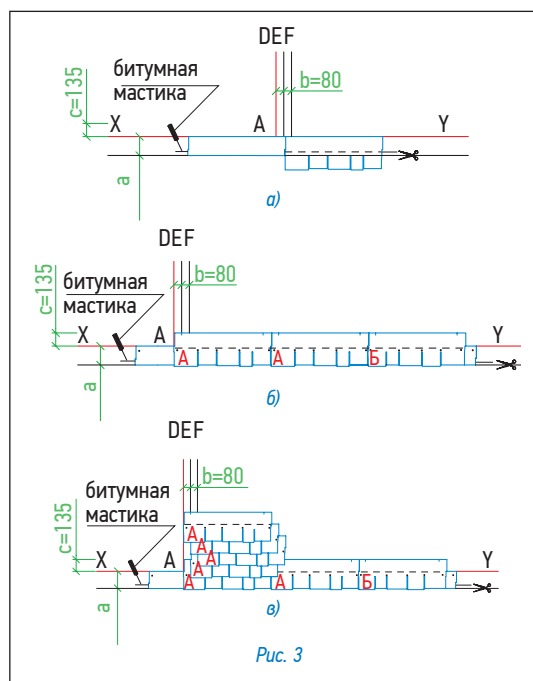

Рис. 3
Ендова (рис. 3)
- лист, подходящий к ендове со ската II, должен доходить до линии подрезки и обрезаться по ней. Верхний уголок обрезанного края листа подрезается под углом 60° (5 x 3 см — рис. 3);
Укладка материала (рис. 3)
- далее первый ряд черепицы укладывается от линии AD в следующей последовательности: тип А, тип Б (рис. 3б);
- второй ряд черепицы укладывается от линии E (со смещением 8 см от AD) (рис. 3в);
Каждый лист гибкой черепицы крепится 5 гвоздями в штатных местах таким образом, чтобы гвоздь прошивал и верхний край низлежащего листа черепицы (рис. 3б).